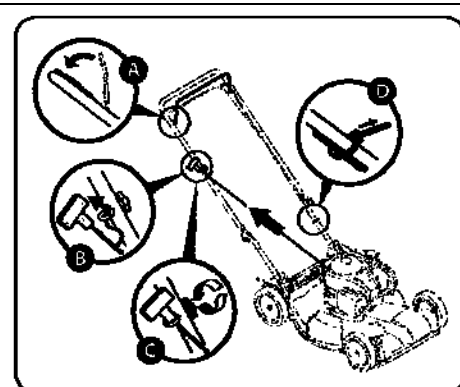

Рис. 6
1. Шнур стартера присоединен к правой стороне верхней части ручки. Ослабьте барашковую гайку, которая фиксирует направляющую шнура. См. Рисунок 6.
- б. Медленно потяните рукоятку стартера от двигателя и заведите шнур в направляющую шнура. См. Рисунок 6.